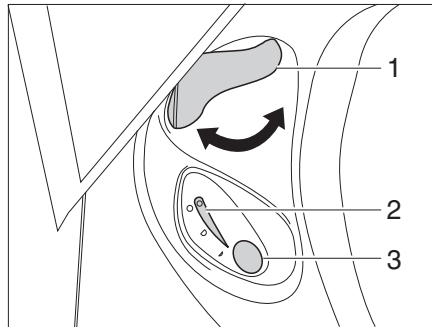

Fig. 278 Unidad de mando inodoro Thetford
- Antes del lavado, abrir la corredera del inodoro Thetford. Para ello, girar la palanca de corredera (Fig. 278,1) en sentido contrario a las agujas del reloj.
- Para lavar, pulsar el botón del inodoro azul (Fig. 278,3).
- Tras el lavado, cerrar la corredera. Para ello, girar la palanca de corredera (Fig. 278,1) en sentido de las agujas del reloj.
La luz de control (Fig. 278,2) se enciende cuando es necesario vaciar el cassette Thetford.
- Girar la palanca de corredera (Fig. 278,1) en sentido de las agujas del reloj. Se cierra la corredera. Para el vaciado **debe** estar cerrada la corredera en el inodoro Thetford.